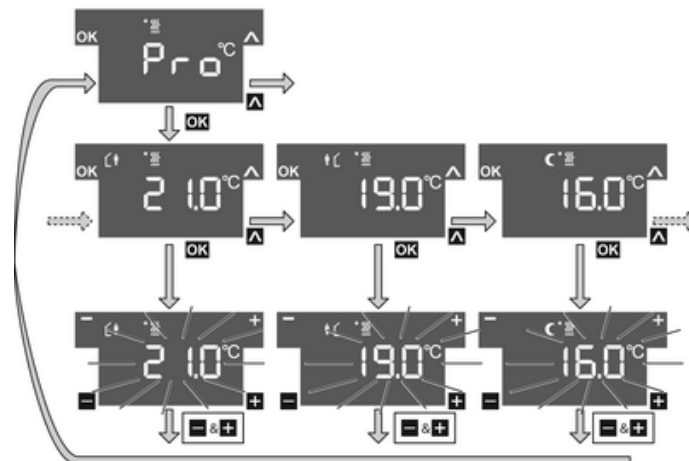

Bild 7
- Mit Sensorfläche Δ den Menüpunkt **Pro** für den Heizbetrieb ☀ oder Kühlbetrieb ☁ wählen und Sensorfläche **OK** betätigen (Bild 7).